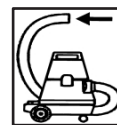

Fig. 3
- Trabaje siempre con un sistema de aspiración para garantizar un funcionamiento óptimo de la máquina. (Fig. 3)
- Guíe siempre la máquina con ambas manos en las asas (3) y (5) provistas.